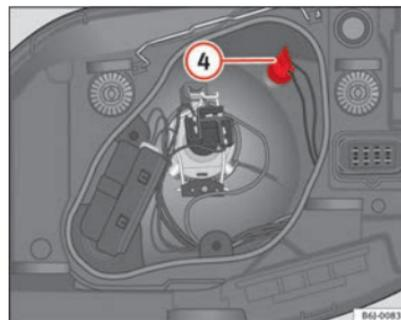

Fig. 157 Luz de presença
- Extraia o porta-lâmpadas ④ ⇒ Fig. 157 para fora.